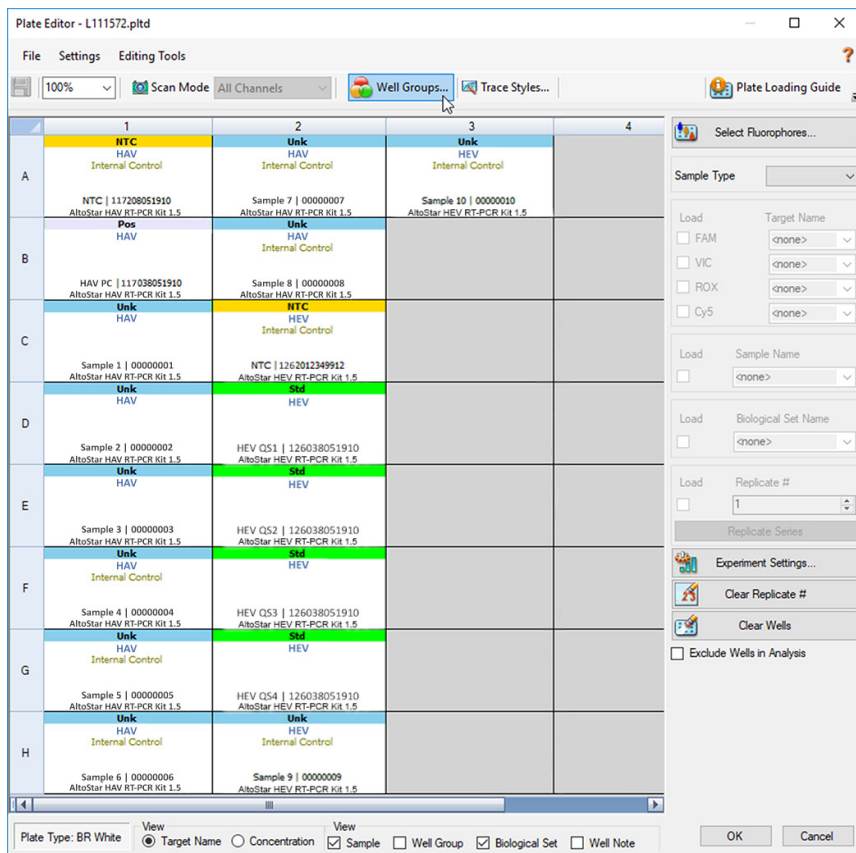

Figura 1: Finestra di dialogo Plate Editor (Editor piastra)
1. Nella finestra Data Analysis (Analisi dei dati) fare clic sul pulsante **Plate Setup** (Impostazione piastra) nella barra degli strumenti e selezionare **View/Edit Plate** (Visualizza/modifica piastra). Verrà visualizzata la finestra di dialogo Plate Editor (Editor piastra) (vedere figura 1).